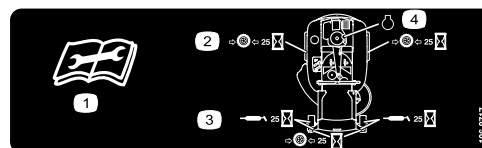

Figura 21
3. Pulite i raccordi d'ingrassaggio (Figura 20 e Figura 21) con un cencio, e togliete eventuali tracce di vernice davanti ai raccordi.
4. Collegare un ingrassatore a pressione a ciascun ingrassatore (Figura 20 e Figura 21). Pompate del grasso nel raccordo finché non inizia a fuoriuscire dai cuscinetti.